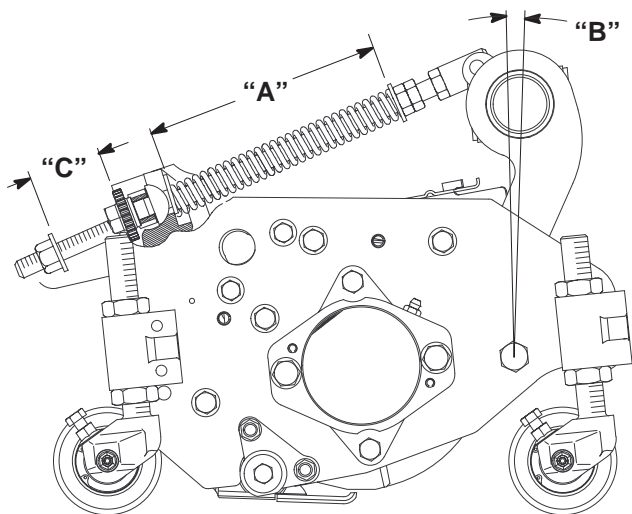

Figure 7
Le ressort de compensation (Fig. 7) qui relie le bâti porteur au plateau de coupe, contrôle la rotation avant/arrière disponible ainsi que la garde au sol lors du transport et des demi-tours.
1. Serrez le contre-écrou à l'arrière de la tige de ressort jusqu'à obtenir un écartement (C) de 25 mm entre l'arrière du support du ressort et l'avant de la rondelle (Fig. 7).
2. Serrez les écrous hex. sur l'extrémité avant de la tige de ressort jusqu'à ce que la longueur du ressort comprimé (A) soit égale à 203 mm (Fig. 7).
Remarque : Lorsque vous tondez des gazons irréguliers ou accidentés, augmentez la longueur du ressort comprimé (A) à 216 mm, et l'écartement (C) entre le support de ressort et l'avant de la rondelle à 38 mm (Fig. 7).